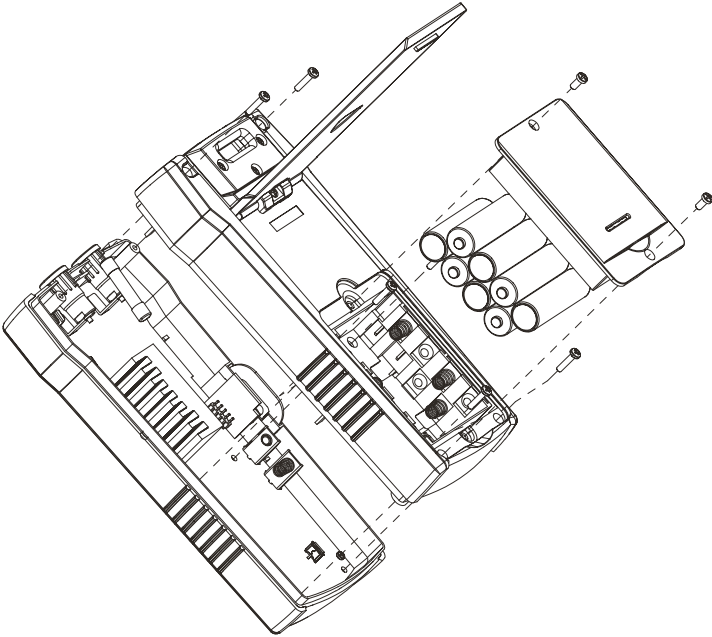

Abbildung 5.0c: Sicherung des Senders auswechseln
6. Heben Sie den rückseitigen Deckel wie in Abbildung 5.0c gezeigt nach oben ab.